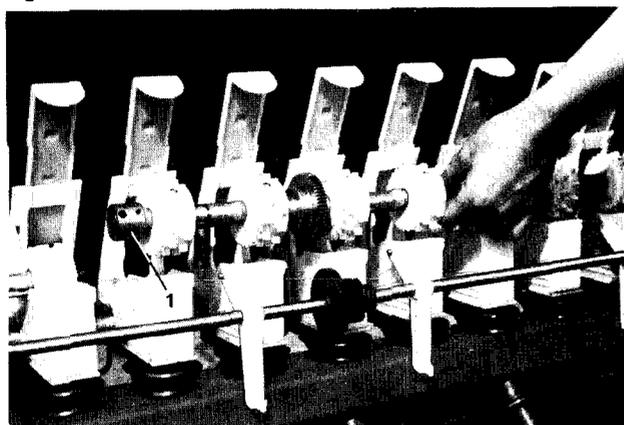

Fig. 135
- Verbindungsbuchsen (Fig. 135/1), nach dem Lösen der Skt.-Schrauben, auf der Säwelle verschieben und die Säwelle mit Särädern nach hinten herausnehmen und gegen die Bohnensäwelle austauschen.